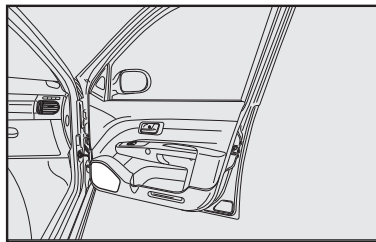

fig. 128
– sede para alto-falantes na lateral traseira da Strada Adventure Cabine Dupla **fig. 128.**
– alto-falantes na porta dianteira **fig. 128.**